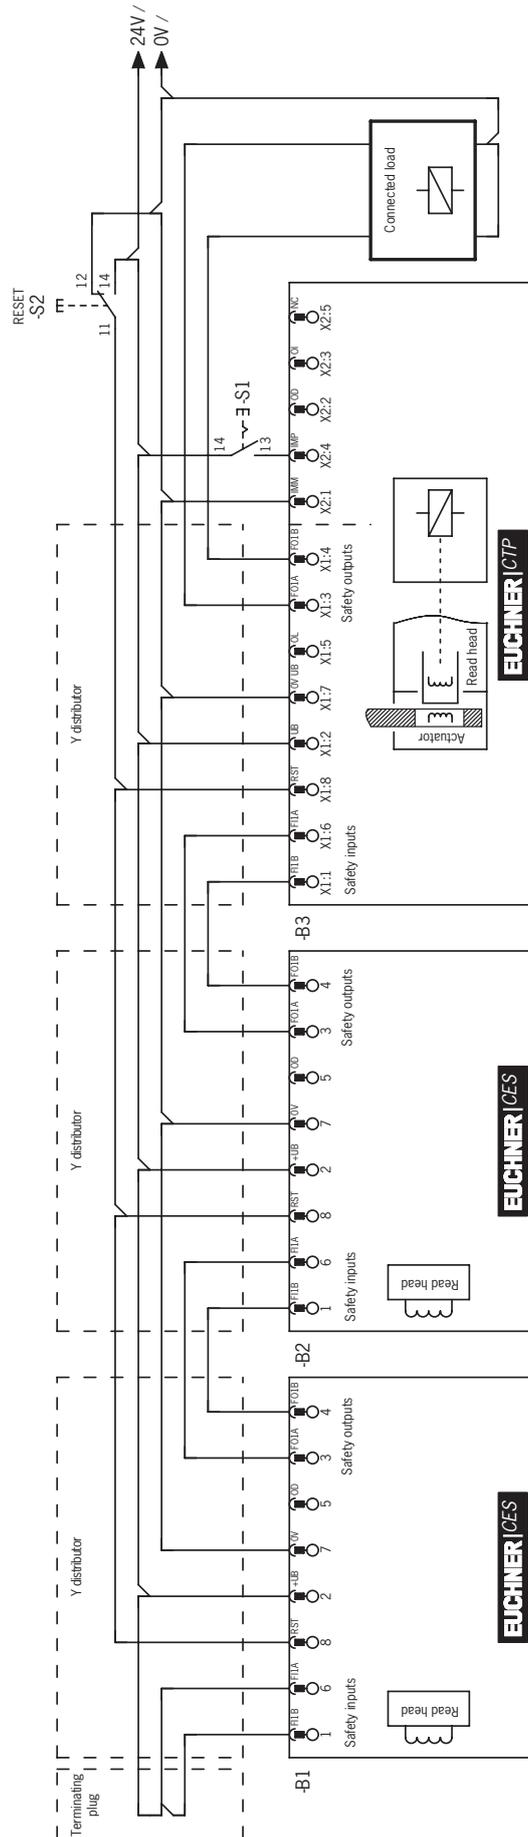

Figura 5: Ejemplo de conexión para el funcionamiento en una cadena de interruptores CES-AR
- › Debe utilizarse una señal común para todos los interruptores de la cadena. Puede tratarse de un conmutador, pero también se puede utilizar la salida de un sistema de control. No deben utilizarse pulsadores, ya que el reinicio siempre debe estar en GND durante el funcionamiento (véase el interruptor S11 en la *Figura 5 en la página 25*).
Para que esto sea posible, la entrada RST debe conectarse como se muestra en la *Figura 5 en la página 25*.